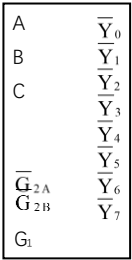

图 T.1 74LS138 译码器
3.（6分）用如图 T.1 所示的 74LS138 译码器设计一个 I/O 端口译码电路，使 CPU 能寻址四个地址范围：①180h~18fh，②190h~19fh，③1a0h~1afh，④1b0h~1bfh。（假定在 AT 标准 I/O 地址空间扩展，允许增加必要的门电路；要求画出地址位分配表）。